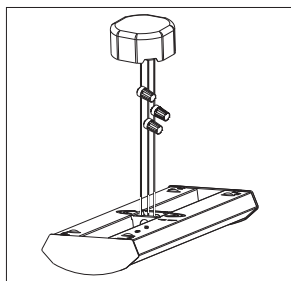

Fig. 4
- Après avoir effectué le raccordement, poussez tous les fils et capuchons de connexion dans la boîte de jonction (Fig. 4).